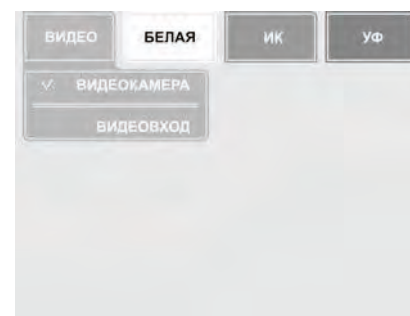
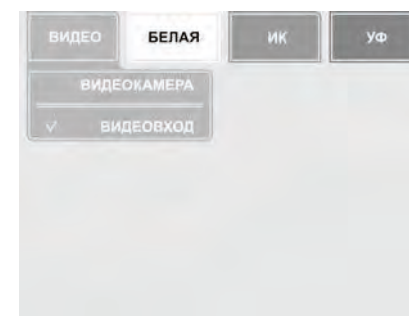

Рис. 18. Включение режима работы со встроенной камерой прибора
Рис. 19. Включение режима работы с телевизионной лупой
Для того, чтобы переключить прибор на просмотр при помощи встроенной камеры, необходимо в меню режимов работы выбрать пункт «**ВИДЕО**», а затем «**Видеокамера**» (см. Рис. 18). Для возврата к работе с телевизионной лупой необходимо нажать на клавишу «**LIGHT-SELECT**» или «**SELECT**» (⑩ или ⑪) на верхней части лупы или в подменю «**ВИДЕО**» меню режима работы выбрать пункт «**Видеовход**» (см. Рис. 19), после чего в верхней части экрана монитора будет выведено сообщение о необходимости установки требуемой подсветки на подключенной лупе.